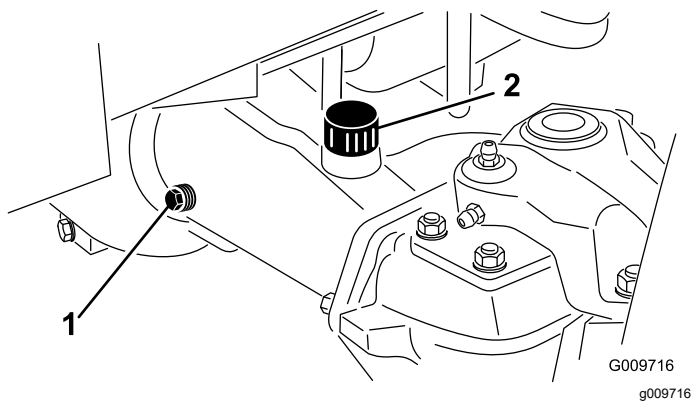

Figura 67
2. Retire un tapón de verificación de un extremo del eje y asegúrese de que el lubricante llega al borde inferior del orificio (Figura 67).